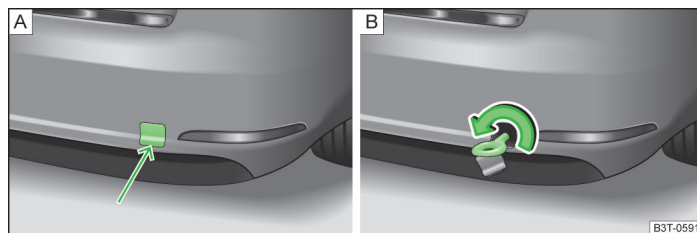

Fig. 191 Pare-chocs arrière : Démontage du capuchon/montage de l'œillet de remorquage
- Appuyez sur la partie inférieure du capuchon dans le pare-chocs arrière » fig. 191 – [A] et extrayez-le.
- Vissez l'œillet de remorquage vers la gauche jusqu'à ce qu'en butée » fig. 191 – [B] et serrez celui-ci aussi fermement que possible. Pour le serrage, nous recommandons d'utiliser par ex. la clé démonte-roue, l'œillet de remorquage d'un autre véhicule ou un objet analogue pouvant passer au travers de l'œillet.